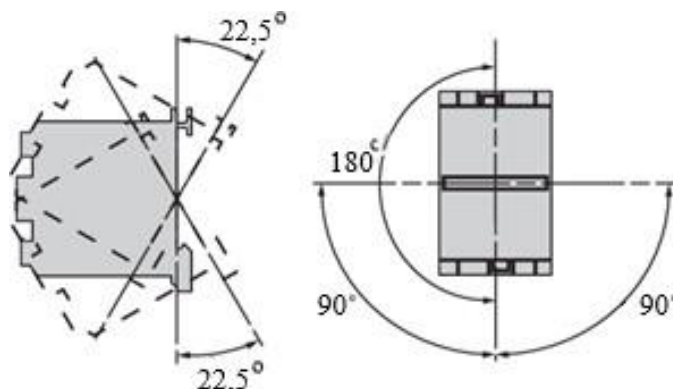

Рисунок 7. Рабочее положение контактора
- с отклонением относительно плоскости крепления в обе стороны до $22,5^{\circ}$ и относительно центральной точки контактора вдоль плоскости крепления до 180° (Рисунок 7).